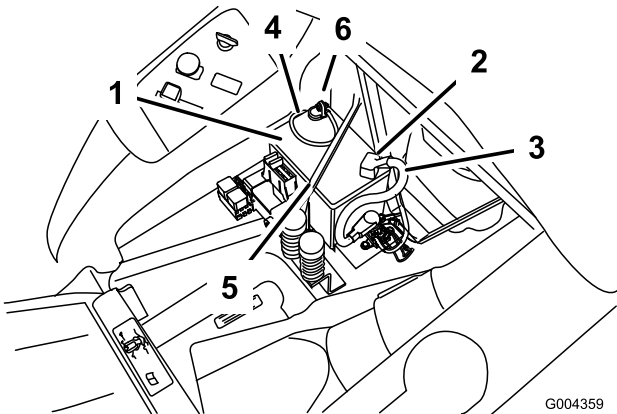

Bild 43
4. Klemmen Sie das Minuskabel (schwarz) vom Batteriepol ab (Bild 43).
5. Schieben Sie die Gummiabdeckung am Pluskabel (rot) nach oben. Klemmen Sie das Pluskabel (Rot) vom Batteriepol ab (Bild 43).
6. Nehmen Sie die Batterieklemme ab (Bild 43) und heben Sie die Batterie aus dem Ständer heraus.
- Stellen Sie die Batterie in ihren Ständer, wobei die Pole vom Armaturenbrett weg weisen müssen (Bild 43).
- Befestigen Sie die Kabel mit zwei Schrauben (1/4 x 3/4 Zoll), Scheiben (1/4 Zoll) und Muttern (1/4 Zoll) (Bild 43).
- Befestigen Sie die Batterie mit der Befestigung (Bild 43).